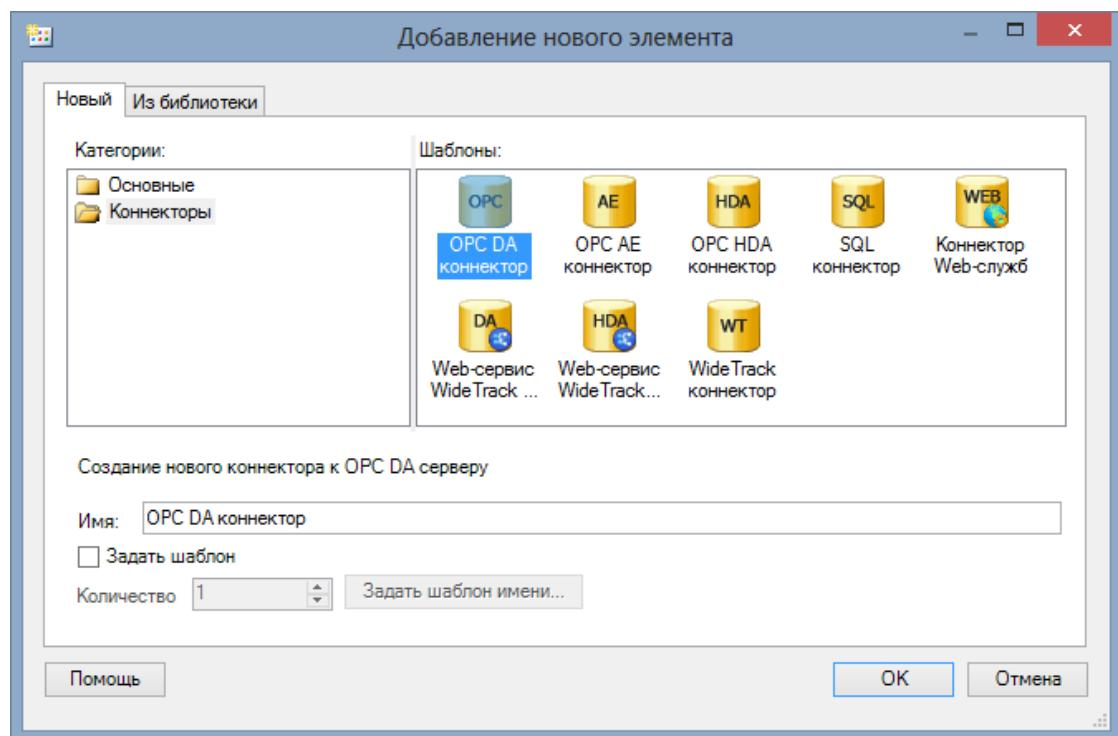

Рисунок 2.11 – Создание OPC DA коннектора
- 2 В окне **Добавление нового элемента** (рисунок 2.11) выбрать категорию **Коннекторы**, шаблон **OPC DA коннектор**, задать **Имя** и нажать **OK**